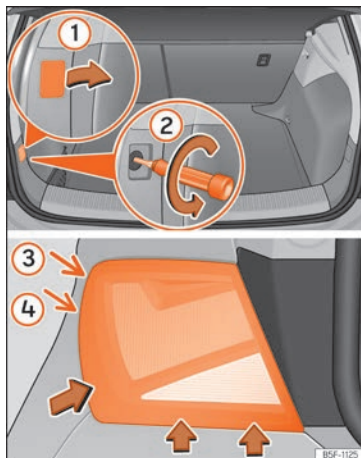

Abb. 115 Gepäckraum: Lage der Befestigungsschraube der Heckleuchte Ausbau der Heckleuchte im Seitenteil
- Hebeln Sie die Abdeckung an der Aussparung mit dem flachen Teil des Schraubendrehers ab und entfernen Sie die Abdeckung » **Abb. 115** ①.
- Lösen Sie mit einem Schraubendreher die dahinterliegende Schraube im Gegenuhrzeigersinn (Pfeil) » **Abb. 115** ② und nehmen Sie diese vorsichtig heraus.
- Bewegen Sie die Leuchte in Richtung der Pfeile hin und her, bis sie sich aus der Aufnahme löst (Positionen ③ und ④) » **Abb. 115**.